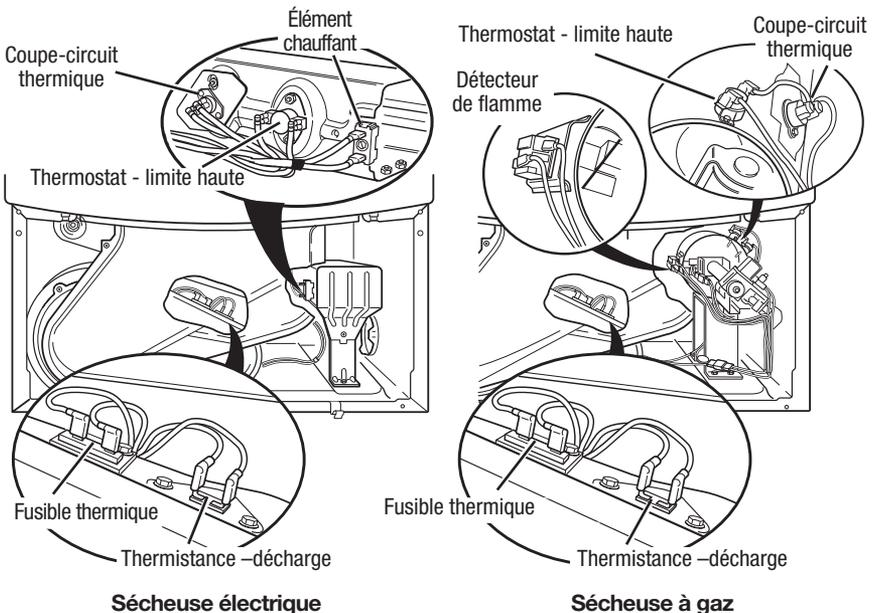

Figure 10. Composants du système de chauffage – vue de face.
À l'aide de la figure 10, identifier les composants.
5. Identifier le thermostat de limite haute; voir la figure 10. Contrôler la continuité à travers le thermostat : connecter l'instrument sur les broches rouge et bleue.
→ Contrôler les branchements sur les broches du module de commande électronique de la machine et la thermistance. Voir Modules électroniques – Accès et dépose, page 54, et la figure 10, page 48 pour l'emplacement de la thermistance.
- Ôter le panneau de plinthe pour accéder au fusible thermique. Voir la figure 10, page 48 pour la position du fusible thermique.
- Avec un ohmmètre, contrôler la continuité à travers le fusible thermique. Voir figure 10 pour la position de ce composant.
- À l'aide d'un ohmmètre, contrôler la continuité à travers le coupe-circuit thermique; voir sa position à la figure 10, page 48.